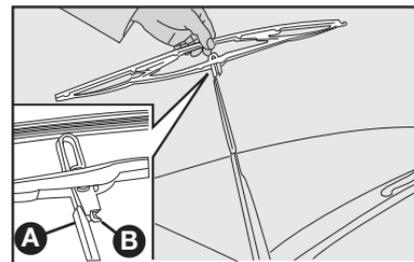

fig. 28
### Substituição das palhetas do limpador do para-brisa - fig. 28
2) Tirar a palheta apertando a trava B-fig. 28 na haste A e simultaneamente empurrando-a para baixo, a seguir, desengatar a palheta da haste A;